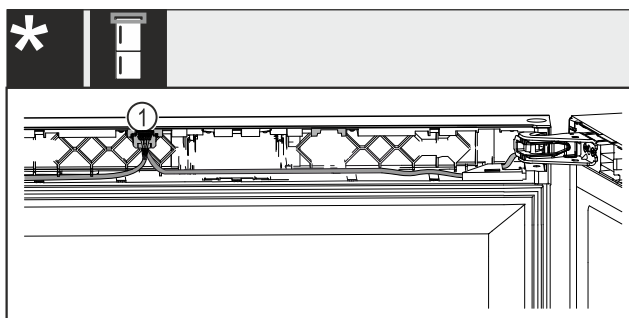

Fig. 64 Combine frigorifice pentru vin*
- ▶ Fixați în poziție fișa Fig. 64 (1) în ghidaj.*